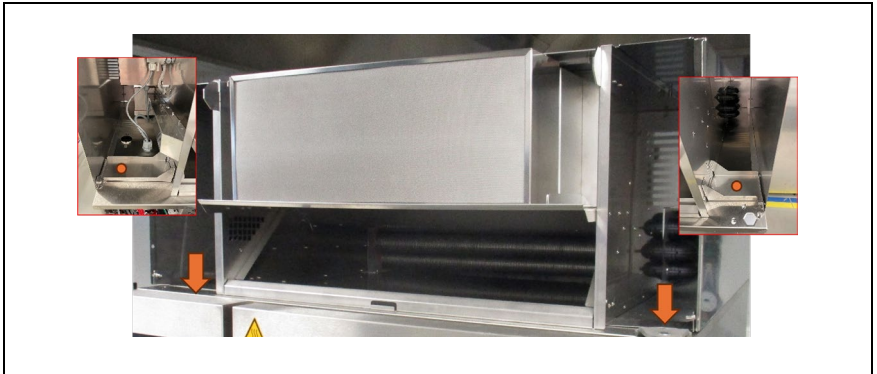

Abb. 7: Montage auf Gerät
3. Die Dichtung der Deckeldurchführung des Abluftrohrs (Pos. 14) mit einem geeigneten Schmiermittel beaufschlagen. Nun die Geruchshaube ohne Front auf das Gerät stellen und ausrichten. Bei der Positionierung auf dem Gerät ist darauf zu achten, dass der Anschluss für das Geräteabluftrohr mit der jeweiligen Geräteausführung übereinstimmen. Die Filterhaubenseitenwände fluchten mit den Geräteseitenwänden. Anschließend die Haube mittels Scheibenmutter (Pos. 23) auf dem Gerät fixieren. (Abb. 7)